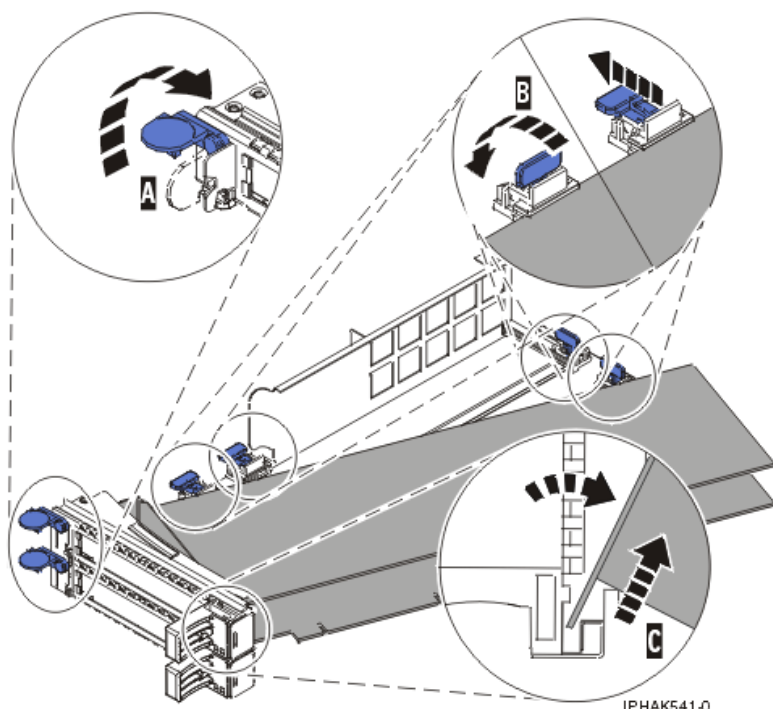

Figure 45. Retrait de l'adaptateur de la cassette de cartes PCI
- a. Déverrouillez les crochets de retenue de l'adaptateur en faisant tourner l'étrier de retenue (A) pour le mettre en position horizontale. Pour plus d'informations, voir figure 45, à la page 67.